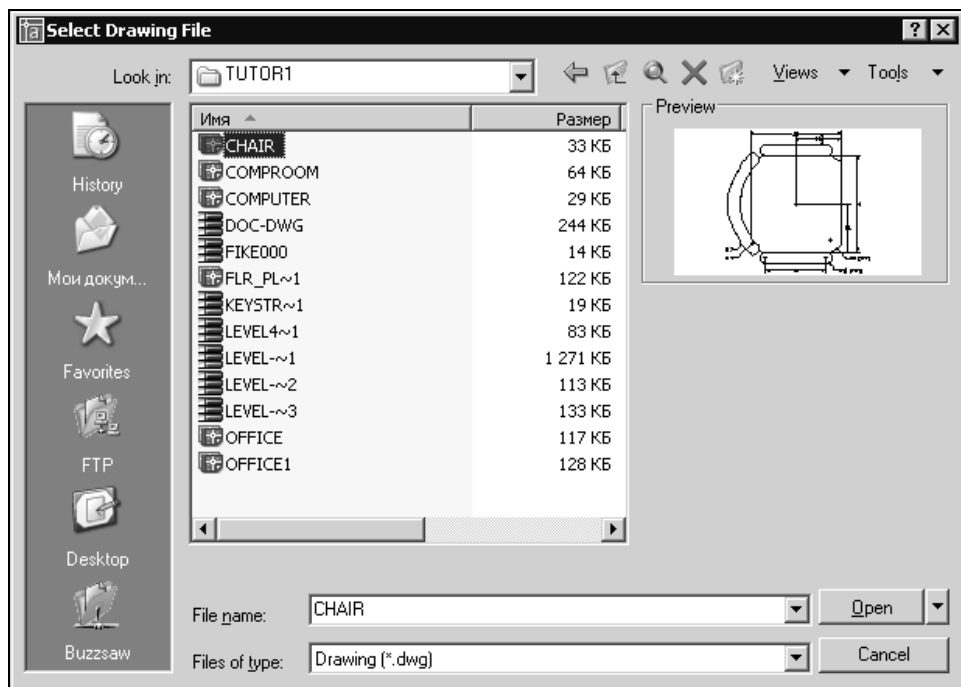

Рис. 17.5. Диалоговое окно для выбора файла со вставляемым блоком
В качестве блока можно использовать и другой чертеж, сохраненный в файле. В этом случае следует щелкнуть мышью на кнопке **Browse** (Найти). В появившемся диалоговом окне (рис. 17.5) **Select Drawing File** (Выбор файла рисунка) найдите и укажите необходимый файл. В качестве базовой точки в этом случае будет использоваться начальная точка чертежа.
- Введите в командной строке имя блока или знак вопроса и нажмите клавишу <Enter> для вывода имен всех блоков, описанных в рисунке. Если ввести символ "~" и нажать клавишу <Enter>, то появится диалоговое окно **Select Drawing File** (Выбор файла рисунка) (см. рис. 17.5), в котором можно выбрать необходимый файл рисунка для вставки в текущий чертеж в качестве массива блоков. После ввода имени блока появится запрос